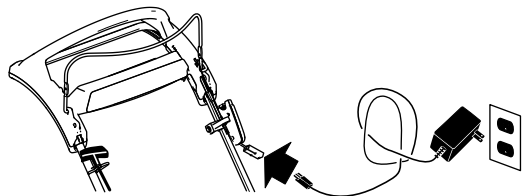

Figura 25
1. Conecte el cargador al arnés de cables, situado debajo del botón de arranque eléctrico (Figura 25).